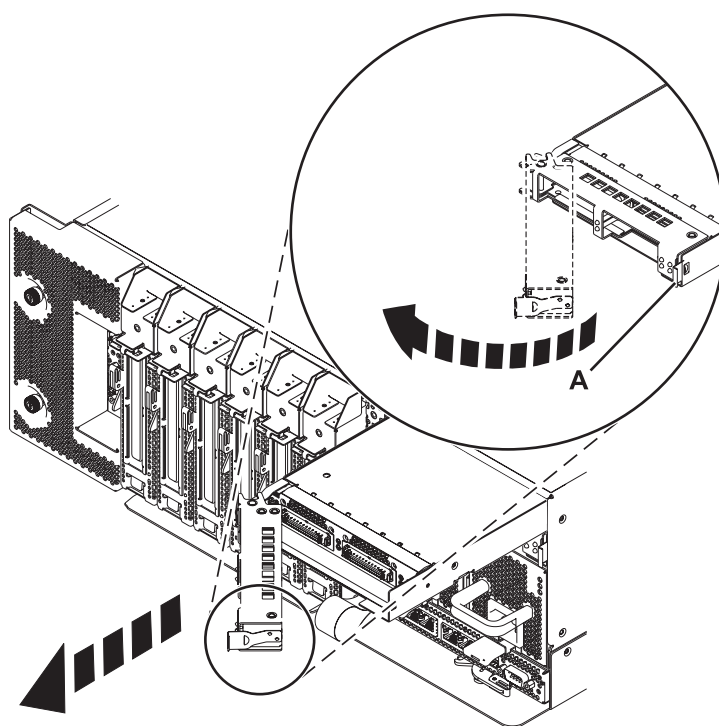

Figure 3. Retrait de l'adaptateur GX du système
7. Poussez la languette de verrouillage (A) vers la gauche et faites pivoter le capot de la carte GX dans le sens illustré dans figure 3.